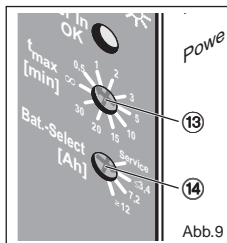

Abb.9
6. Einstellm3glichkeiten am Gerat (Abb.9)